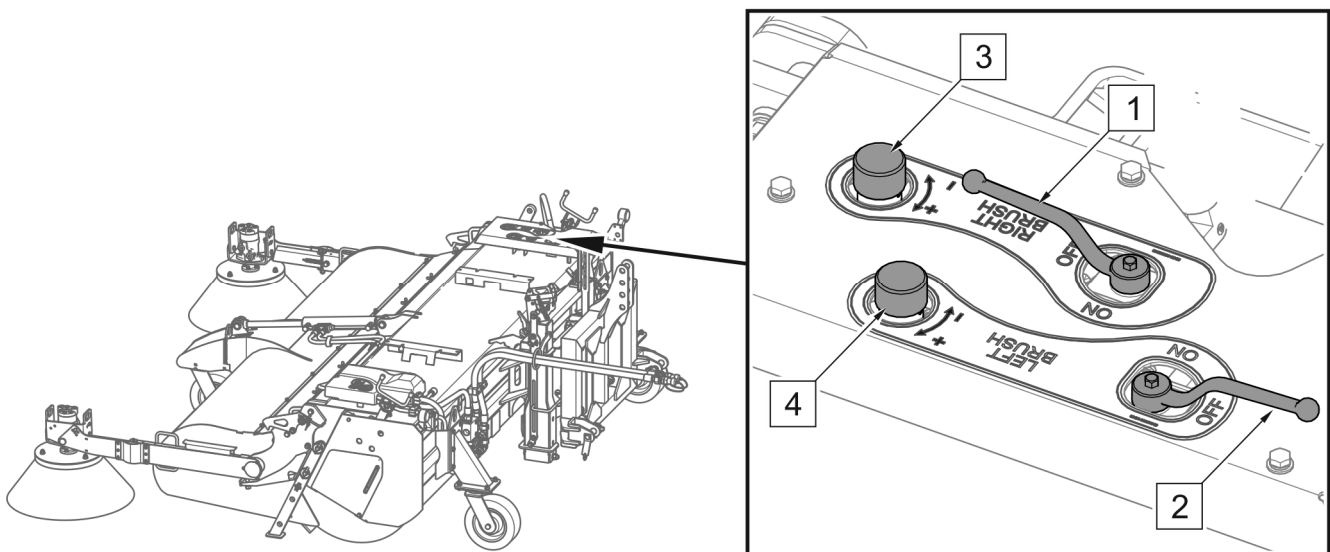

ABBILDUNG 4.13 Steuerung des Antriebs der Seitenbürsten
Je nach Ausstattungsversion verfügt die Kehrmaschine über eine oder zwei Seitenbürsten. Die Seitenbürsten können unabhängig voneinander ein- und ausgeschaltet werden und auch ihre Drehzahl ist stufenlos einstellbar (ABBILDUNG 4.13). Zum Ein- und Ausschalten des Antriebs der rechten Seitenbürste dient der Hebel (1). Mit dem Hebel (2) wird die linke Seitenbürste ein- und ausgeschaltet. Um den Seitenbürstenantrieb auszuschalten, den entsprechenden Hebel (1) oder (2) in die Position „OFF“ (Antrieb aus) stellen. Die Drehzahl der Seitenbürsten wird mit den Drehschaltern (3) und (4) eingestellt.